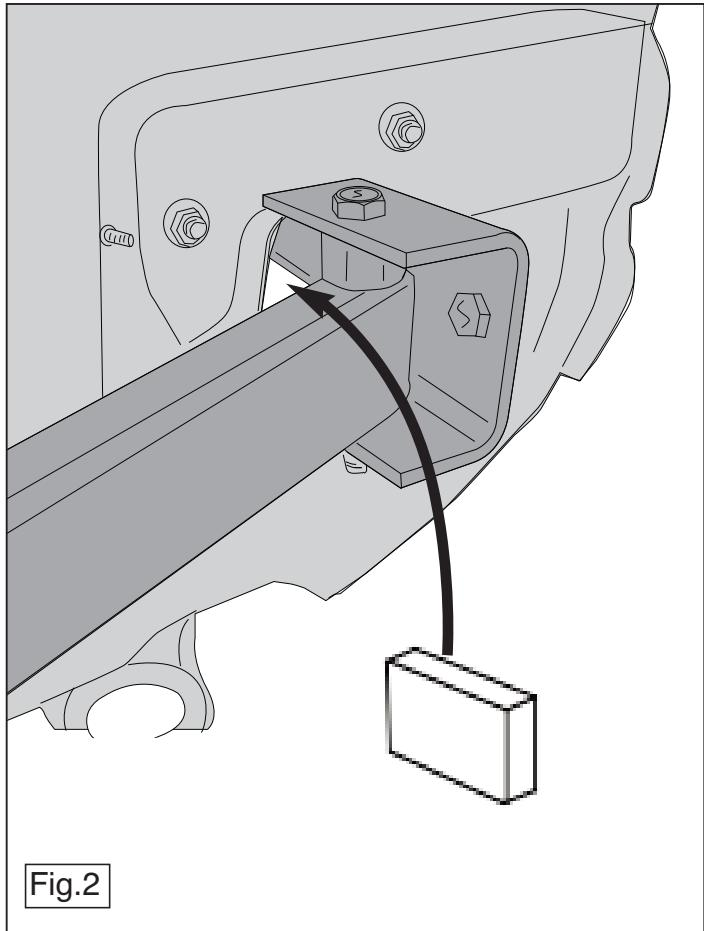

Fig.2
- В качестве уплотнения, вставить два полиэтиленовых элемента в балки шасси. (См. рисунок 2).